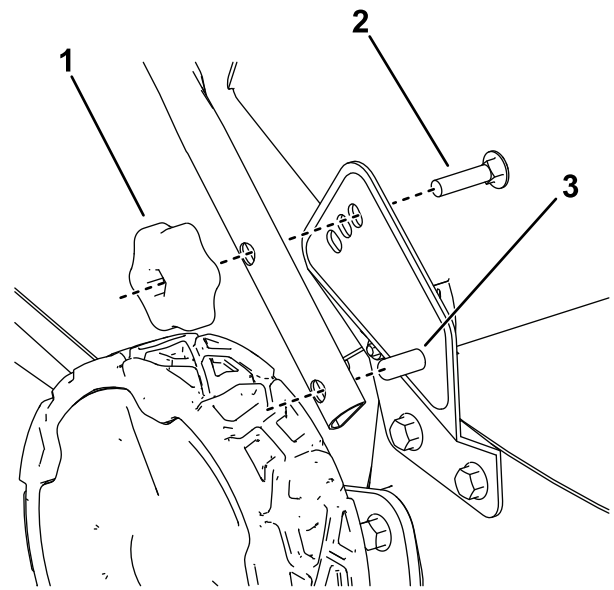

Bild 3
1. Bringen Sie den unteren Holm über der Strebe an der unteren Holmhalterung an und positionieren Sie den unteren Holm für die gewünschte Holmstellung (Bild 3).
Entfernen Sie die Arretierknöpfe und Schlossschrauben vom unteren Holm, bringen Sie den Holm in eine der drei Positionen und setzen die Schlossschrauben und Arretierknöpfe in der neuen Stellung ein (Bild 3).